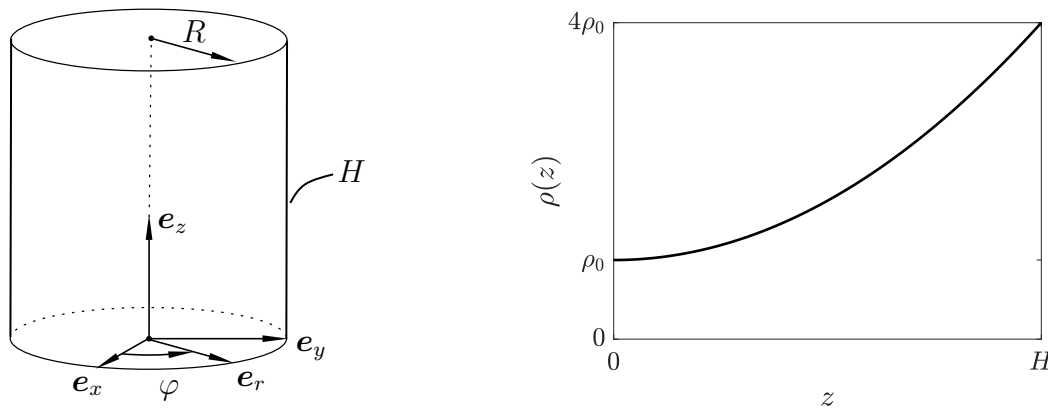

Abbildung 3.1: Zylinder und Funktion der Massendichte  $\rho(z)$  für Aufgabenteil 3.1
Gegeben ist der in Abb. 3.1 gezeigte Zylinder mit der Höhe  $H$  und dem Radius  $R$ . Nutzen Sie zur Lösung der Aufgaben Zylinderkoordinaten mit  $r \in [0, R]$ ,  $\varphi \in [0, 2\pi]$  und  $z \in [0, H]$ .
Berechnen Sie die Parameter  $a$ ,  $b$  und  $c$  mit dem in Abb. 3.1 gegebenen Verlauf, der bei  $z = 0$  einen Scheitelpunkt aufweist.
- 3.4) Der in Abb. 3.1 gegebene Zylinder hat nun die konstante Massendichte  $\rho_1 = \rho_0$ . Auf diesen Zylinder wird ein zweiter Zylinder gleicher Geometrie mit der konstanten Massendichte  $\rho_2 = 2\rho_0$  gesetzt. Das Koordinatensystem liegt weiterhin im unteren Zylinder wie in Abb. 3.1 gezeigt. Berechnen Sie die Koordinate  $z_m$  des Massenmittelpunkts dieses zusammengesetzten Körpers ohne Integration.